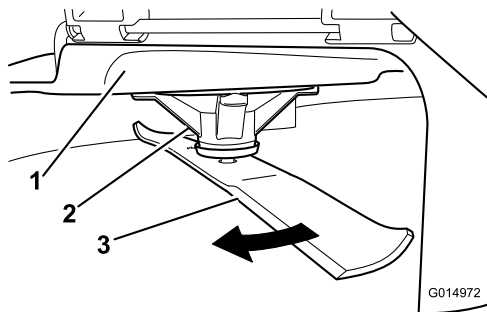

Figura 57
2. Llevando guantes fuertemente acolchados u otro tipo de protección apropiada para las manos, gire la cuchilla a medir lentamente hasta una posición que permita medir eficazmente la distancia entre el filo de corte y la superficie nivelada en la que descansa la máquina (Figura 57).